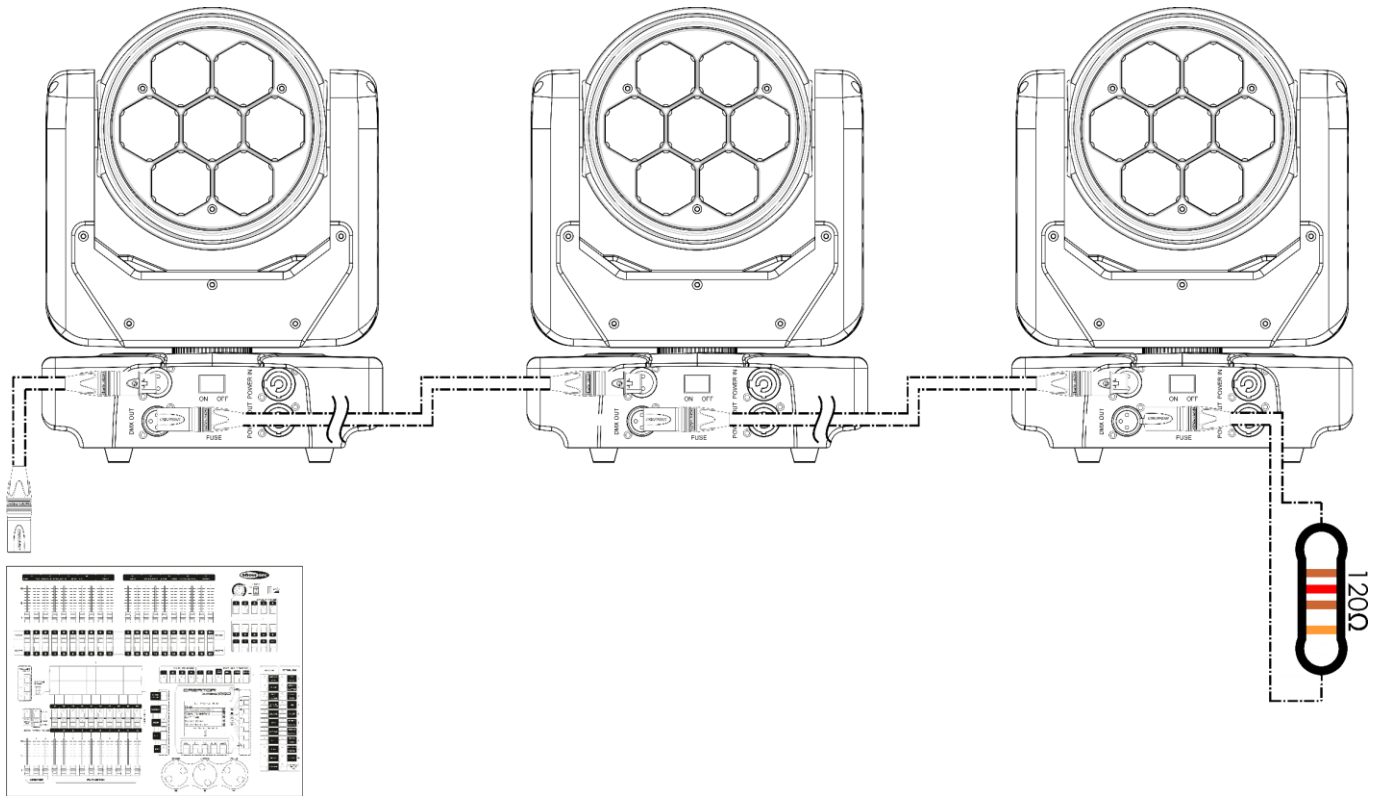

Abb. 13
- 03) Wiederholen Sie Schritt 2, um alle Geräte in einer Verkettung zu verbinden, wie in Abb. 13 gezeigt.